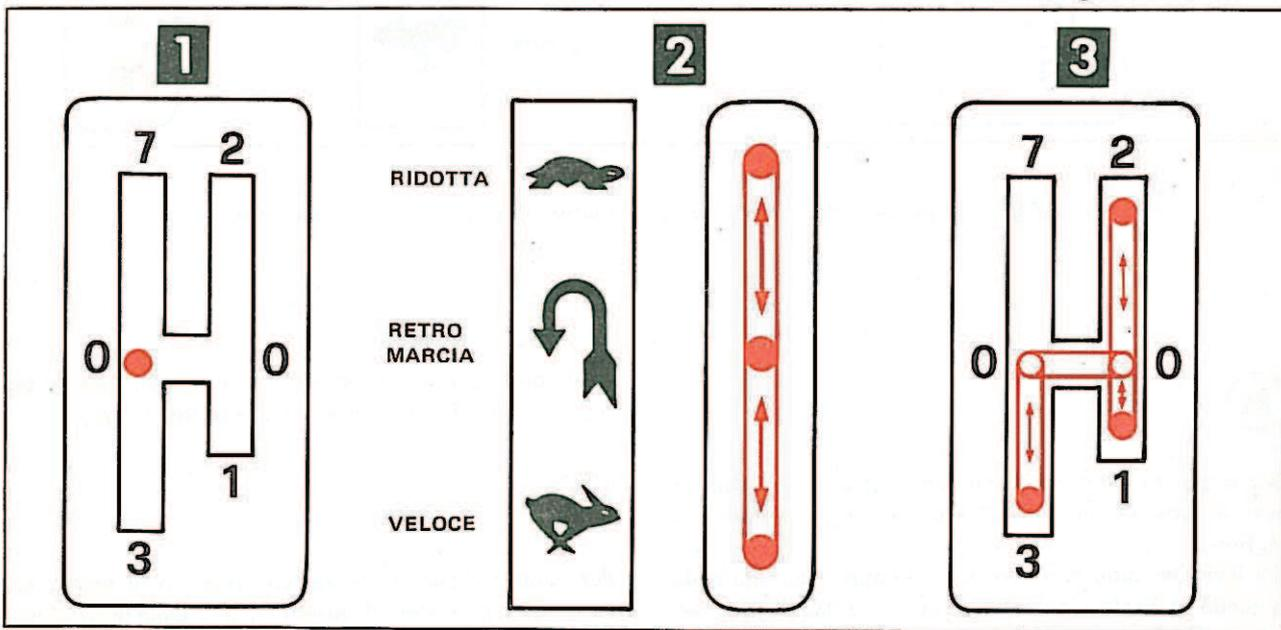

Figura 7. Impiego delle leve comando variatore di velocità e selettore marce
2. Scegliere la marcia desiderata (1^A-2^A oppure 3^A). A questo scopo, e per tutte le manovre successive, fare riferimento alla figura 7.